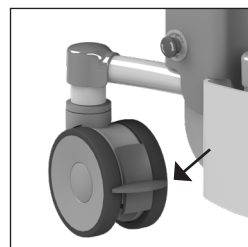

Figure 3. Roue pivotante.
- L'Elexo XXL est équipé en standard met la roue pivotante monté à l'avant gauche (*Cf. figure 3*). La direction du volant peut être bloquée en appuyant sur la languette verte située sur le volant. Cela rend la poussée sur de longues distances moins fatigante, car le fauteuil dévie moins latéralement.